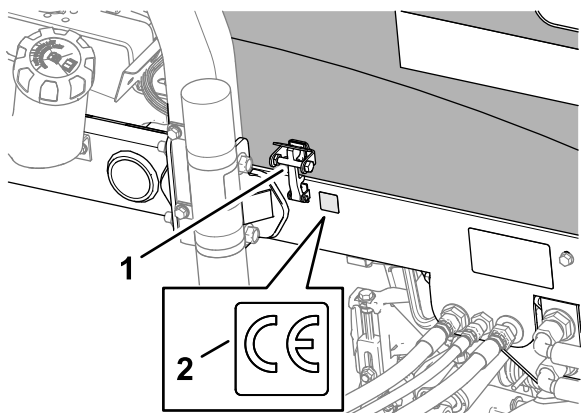

図 38
3. 機体左側フレームのフードロック付近をアルコールできれいに拭いて乾燥させる図 38。
4. CE デカルの裏紙をはがし、図 38 のようにフレームに貼り付ける。